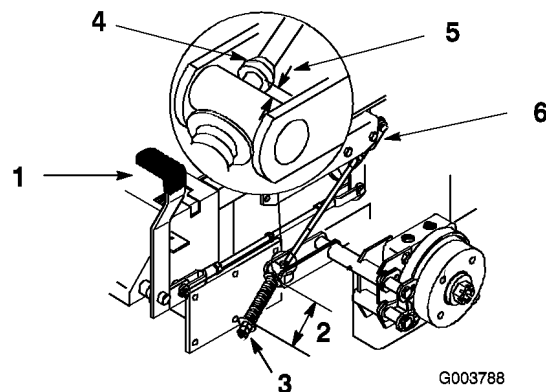

Figura 46
La medida debe ser de 70 mm entre las arandelas (Figura 46).
3. Si es necesario un ajuste, afloje la contratuerca que está debajo del muelle y apriete la tuerca que está directamente debajo de la horquilla (Figura 46). Gire la tuerca hasta obtener la medida correcta. Apriete las dos tuercas juntas y repita en el otro lado de la unidad.
La medida debe ser de 5-7 mm (Figura 46).
7. Si es necesario un ajuste, afloje la contratuerca que está justo por debajo de la horquilla. Gire la varilla inferior hasta obtener la medida correcta (Figura 46). Apriete la contratuerca junto a la horquilla